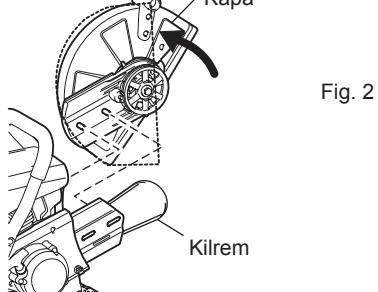

Fig. 3
- (4) Ta upp spindellåset med en skärad skravmejsel eller en plattång. (Fig. 3)